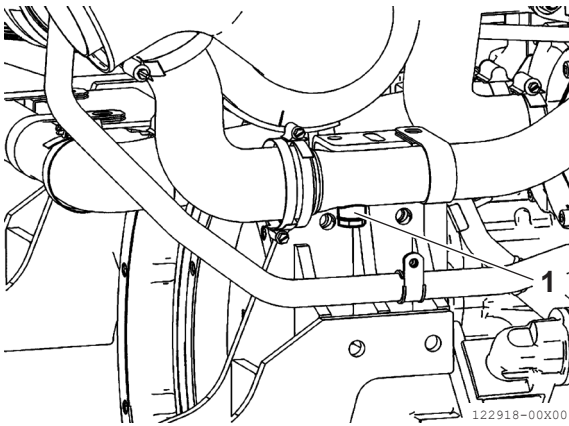

Figura 12
5. Retire el tapón (**Figura 12 [1]**) y, durante el montaje, apriételo al par especificado.